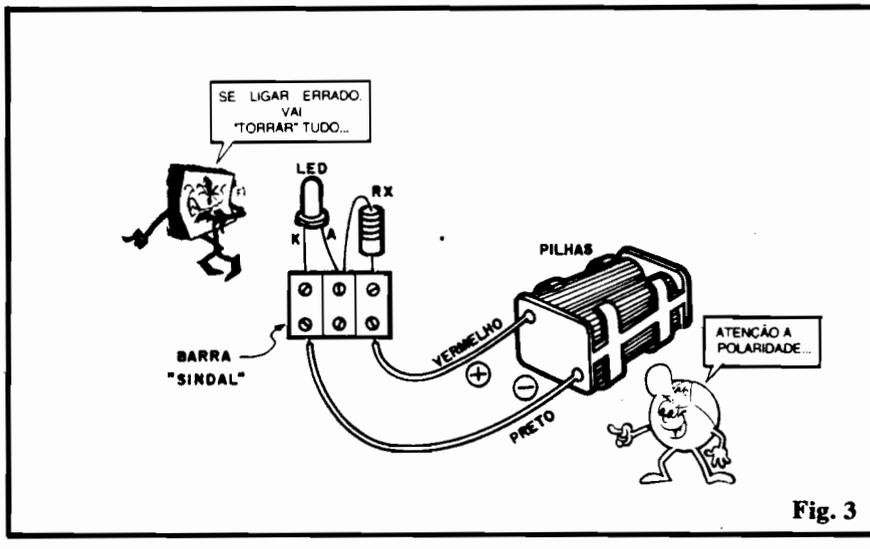

Fig. 3
- **FIG. 3** - Diagrama das ligações dos componentes em "vista real" (peças estilizadas, mostradas "como elas são"). Aqui em ABC chamaremos sempre esse tipo de representação de **CHAPEADO** (um termo antigo, que vem do "tempo da válvula", utilizado para a representação "real" dos circuitos, em contraposição à representação apenas simbólica, que se convencionou chamar de **ESQUEMA**...)
Outra experiência (no mesmo arranjo básico mostrado para a fig. 3): mantenha, no lugar de RX, o resistor de 470R (amarelo-violeta-marrom), ligando inicialmente, na alimentação (é assim - ALIMENTAÇÃO - que chamamos, em Eletrônica, a fonte de energia ou
corrente que... "alimenta" o circuito...), o suporte com 4 pilhas. Observe bem o brilho do LED. Substitua, então, a alimentação pelo **outro** suporte, agora com apenas 2 pilhas, ligando-o à barra de conectores parafusados, respeitando a POLARIDADE indicada na fig. 3. Coloque as pilhas e observe o brilho do LED... Diminuiu bastante a luz, não é...? Vamos ver por que razão isso aconteceu. temos, agora, na alimentação, uma tensão de apenas 3 volts (2 pilhas x 1,5 volts cada). Considerando a Queda de Tensão no LED, o cálculo da corrente no circuito fica assim: